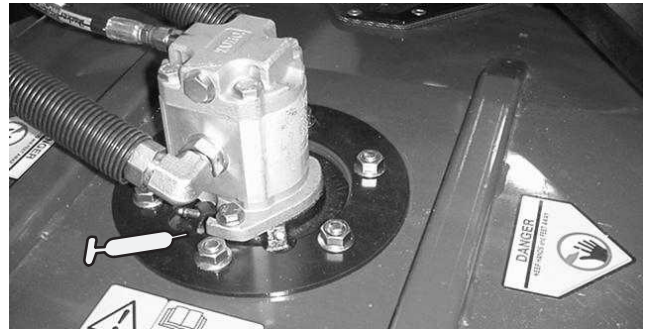

Bild 35
- Spindelwellenlager des Mähwerks (1 pro Mähwerk) (Bild 35)